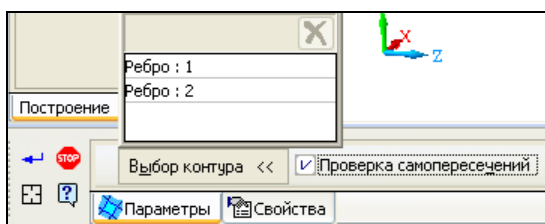

Рис. 8.10. Панель свойств команды **Заплата**
- ◆ в окне модели укажите ребра сегмента дуги. Они автоматически вставляются на Панели свойств команды **Заплата** (рис. 8.10) в окне **Выбор контура**, так же активизируется кнопка **Создать объект** ;